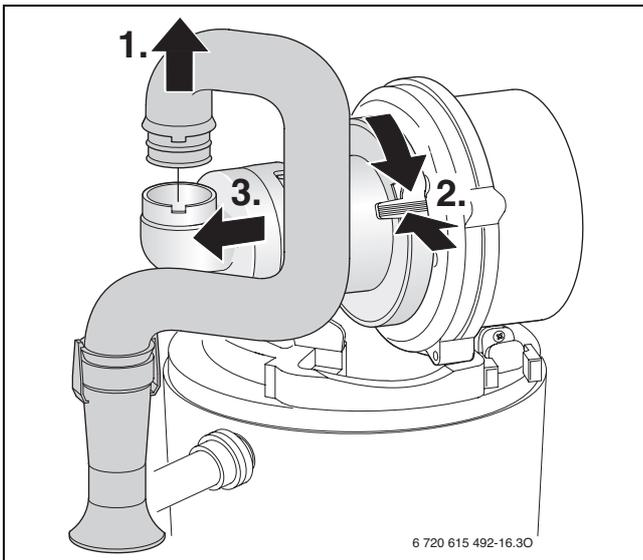

Bild 73 Saugrohr und Mischeinrichtung ausbauen
- ▶ Mischeinrichtung nach Bild 73 ausbauen.